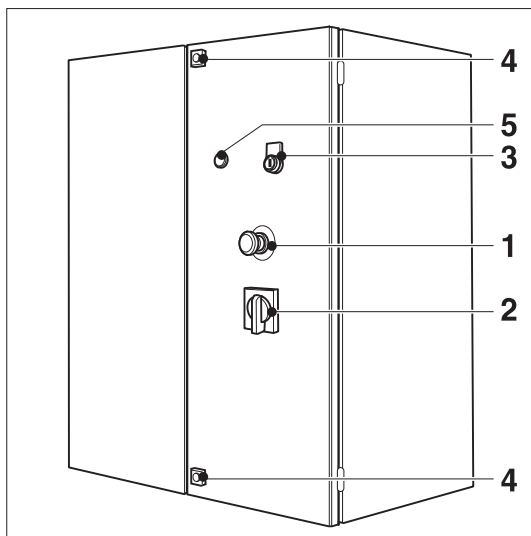

Figura E.2: Quadro di comando ad armadio
- sul quadro di comando ad armadio (1, figura E.2)